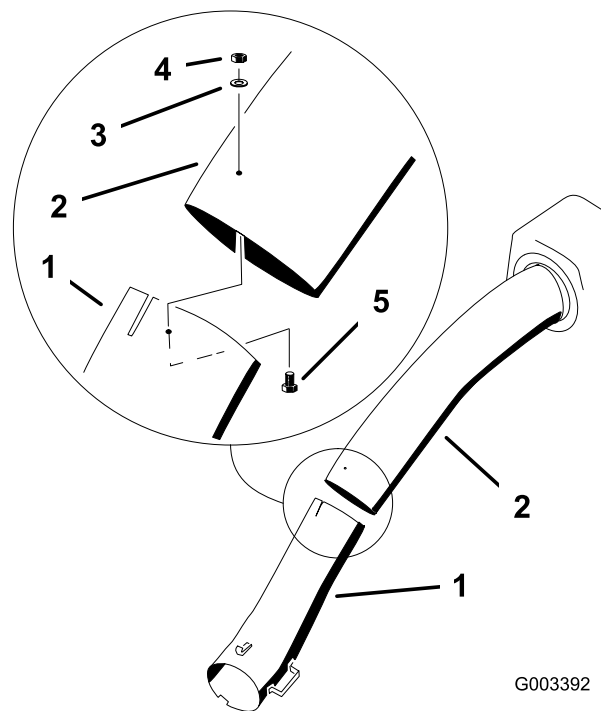

Figura 37
11. Unite il tubo superiore e inferiore con 3 bulloni (n. 10 x 3/4"), rondelle piane e dadi di bloccaggio, come illustrato nella Figura 37.